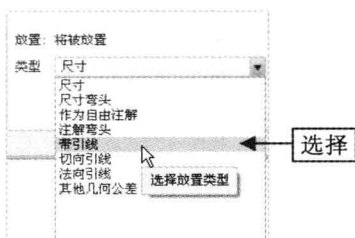

图 12-97 选择“带引线”选项
Step 05 在“几何公差”对话框中的“放置: 将被放置”选项区中, 单击“类型”右侧的下拉按钮, 在弹出的下拉列表中选择“带引线”选项, 如图 12-97 所示。